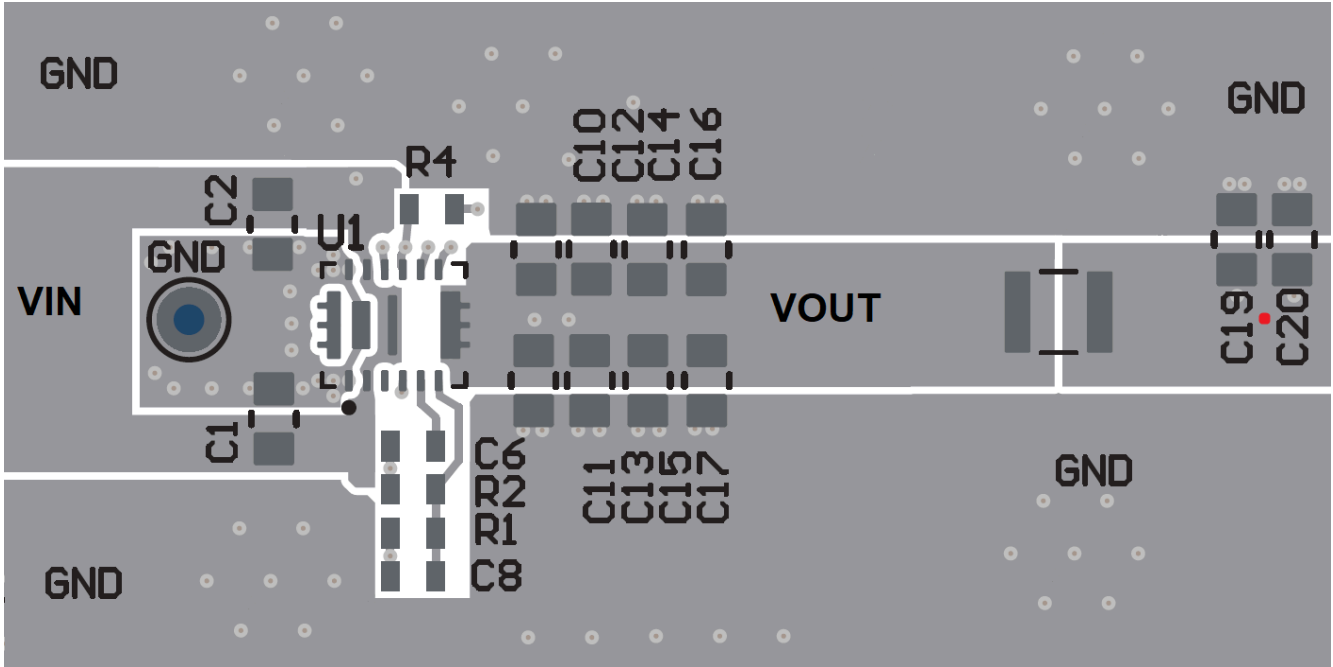

图 7-3. 使用第二个 L-C 滤波器的设计的建议布局
- 避免将铁氧体磁珠放置在 图 7-3 所示的禁止区域
- 请参阅在 EVM 上实施的建议布局, 如 EVM 用户指南、TPS62916EVM 评估模块 以及 图 7-3 中所示。